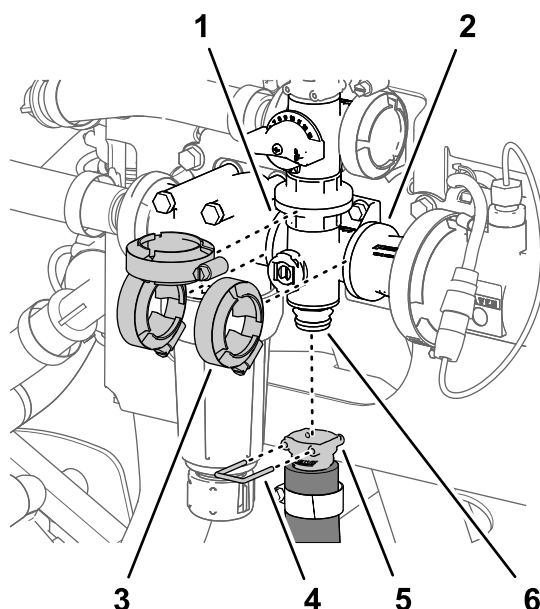
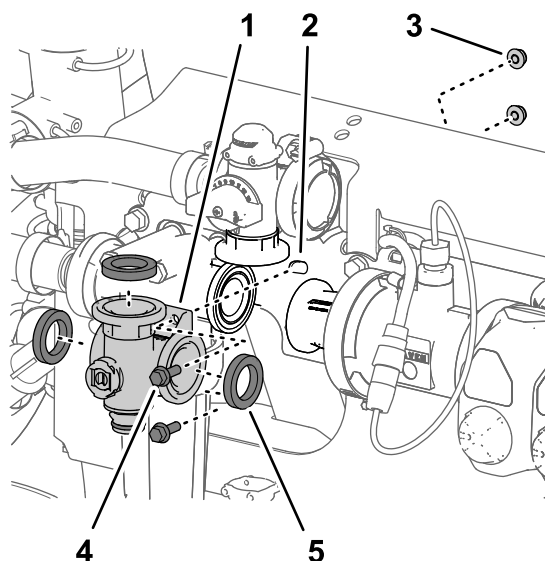

Figura 123
Figura 122
1. Alinee la breda del distribuidor de la válvula de agitación y las 3 juntas con las bridas de la válvula de desvío de agitación, la cabeza del filtro de presión, y el adaptador de acoplamiento (Figura 122 y Figura 123).
2. Sujete provisionalmente el colector de la válvula de agitación a la válvula de desvío de agitación, la cabeza del filtro de presión, y el adaptador de acoplamiento (Figura 123) con las 3 bridas de fijación que retiró en Retirada del distribuidor de agitación (página 84).
5. Apriete las 3 bridas de fijación a mano (Figura 123).
6. Monte el acoplamiento rápido de la manguera de agitación en el acoplamiento rápido del distribuidor de la válvula de agitación con la grapa (Figura 123).